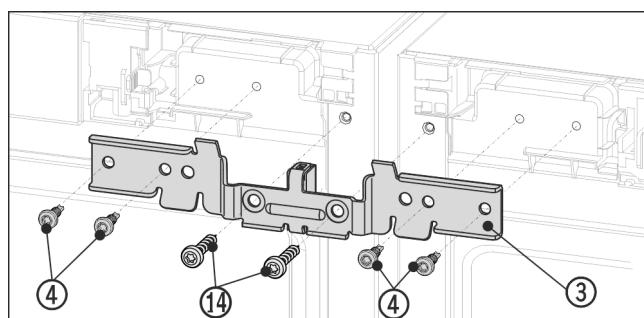

Fig. 10 Zobrazení příkladu
- Úhelník Fig. 10 (3) zasuněte rozpěrným kusem mezi přístroje na čepy. Úhelník přišroubujte čtyřmi šrouby Fig. 10 (4) a předtím vyšroubovanými uzemňovacími šrouby Fig. 10 (14) střídavě vlevo a vpravo bez utahování.